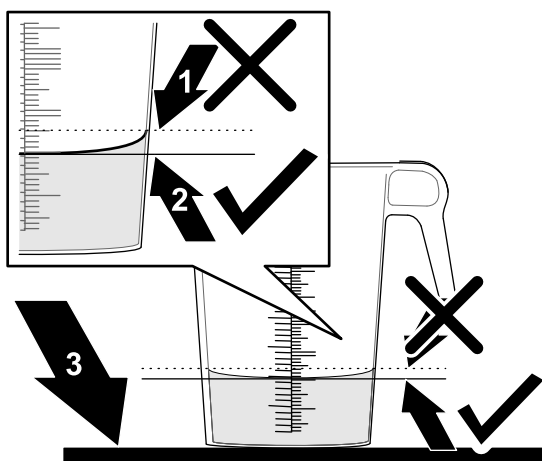

Figura 45
6. Aezăți recipientul gradat pe o suprafață uniformă și notați volumul de lichid (Figura 45).